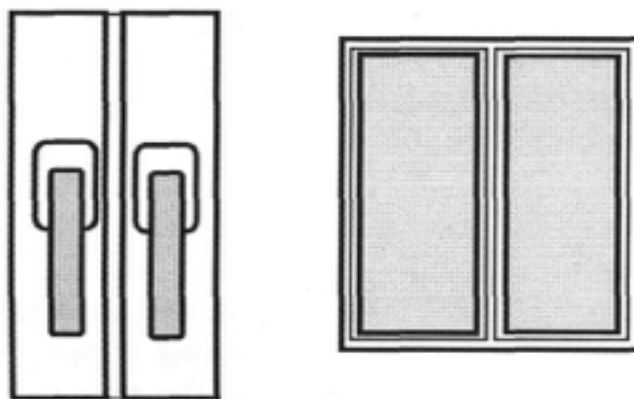

Рис. 2. Створка оконной конструкции закрыта (положение ручки «вертикально вниз»).
2.2.1. Для того, чтобы закрыть створку, необходимо подвести ее к раме и, плотно прижав, повернуть ручку вниз до вертикального положения (рис. 2).